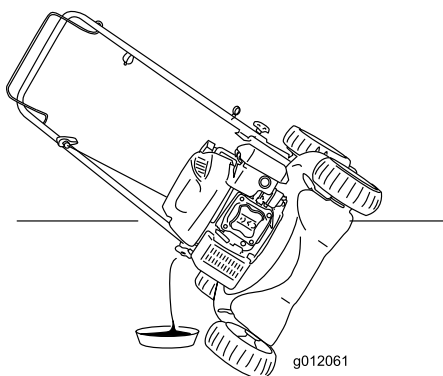

Рисунок 19
- Переверните газонокосилку на одну сторону таким образом, чтобы масляный щуп был направлен вниз, для слива отработанного масла через маслозаливную горловину (Рисунок 19).